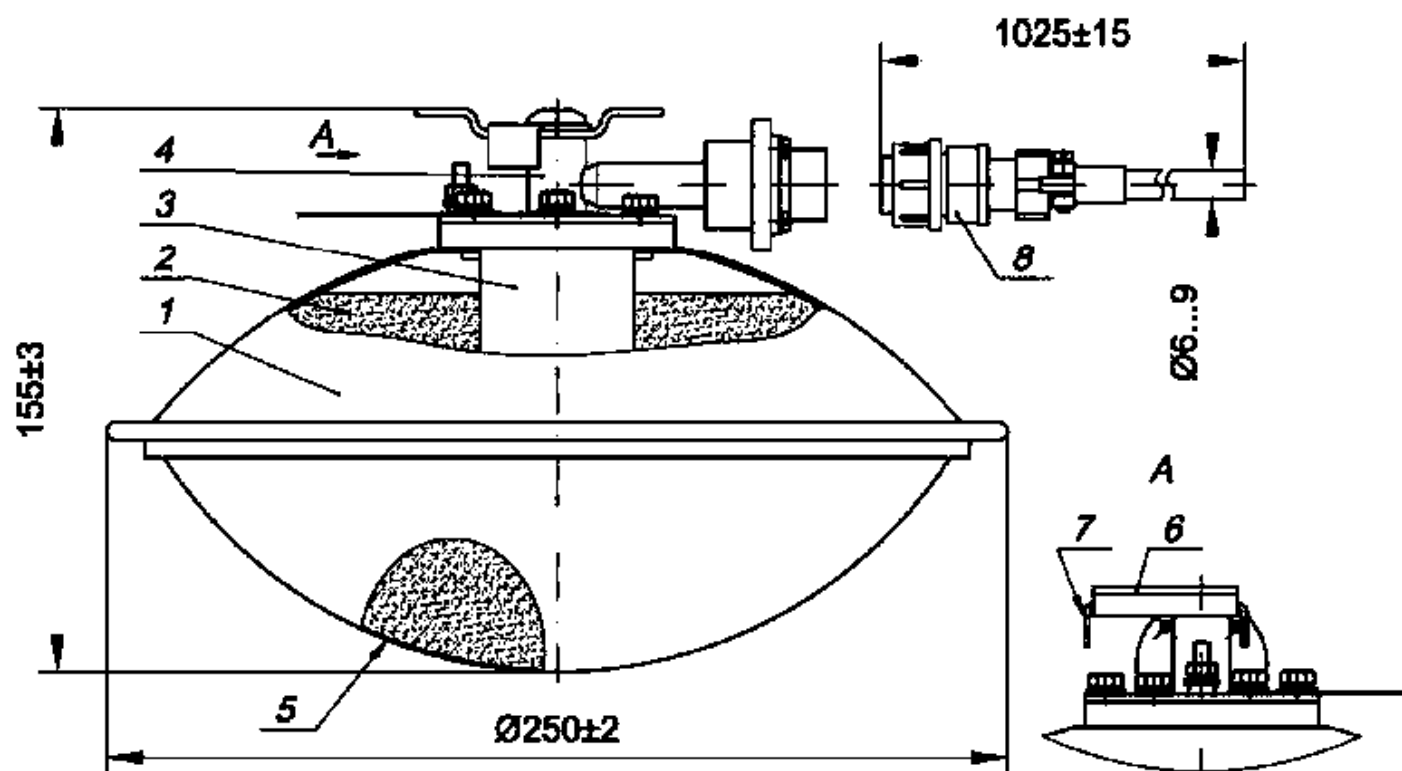

Рис.1 Устройство модуля МПП(р)-2,5-И-ГЭ-УХЛЗ.1 «Буря-2,5взр».
5. Габаритные размеры модуля	см. рис. 1
4.1. Модуль представляет собой (см. рис. 1) металлический корпус 1, выполненный из двух полусферических частей, плотно соединенных между собой методом прессовой завальцовки, в котором находится огнетушащий порошок 2, генератор газа 3, корпус активатора 4.